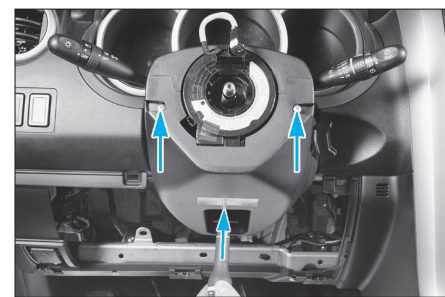

FIG. 6
- Déposer les demi-coquilles de colonne de direction (Fig.6).